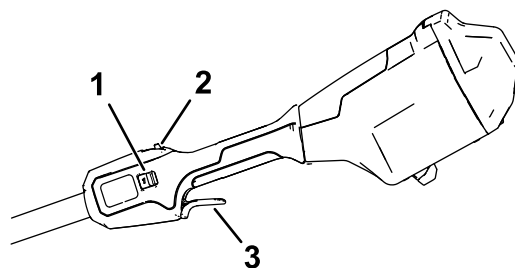

Figura 9
5. Para arrancar la máquina, presione el seguro del gatillo y, a continuación, apriete el gatillo de accionamiento (Figura 9).